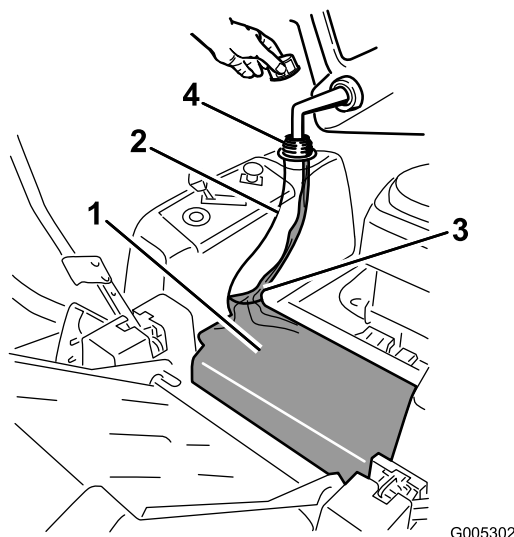

Figura 9
3. Añada gasolina normal sin plomo al depósito de combustible hasta que el cuerpo del depósito esté lleno, pero sin que el combustible llene el cuello del depósito (Figura 9). Este espacio vacío en el cuello del depósito permite la dilatación de la gasolina. No llene completamente el depósito de combustible.